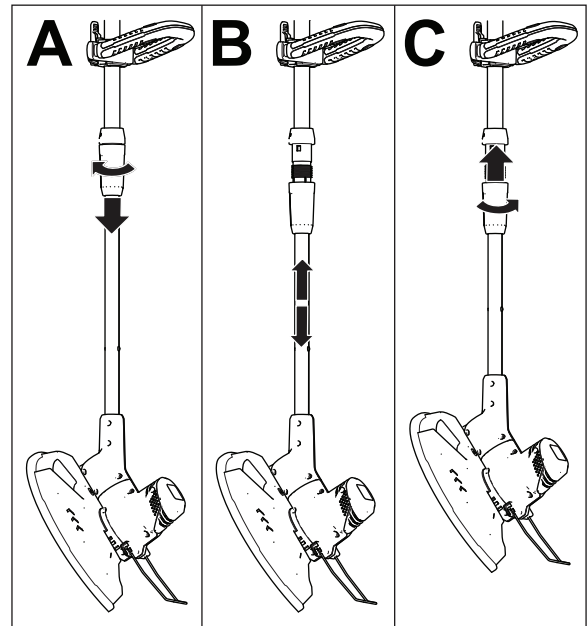

Figura 13
1. Afloje el conector del eje inferior (Figura 13, A).
2. Mueva el eje telescópico hasta la posición deseada (Figura 13, B).
3. Apriete el conector para fijar el mango (Figura 13, C).